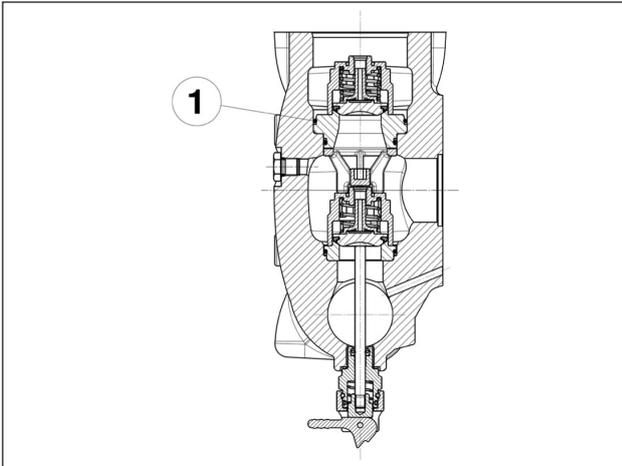

Abb. 128
**Achten Sie besonders auf das Einsetzen des O-Rings Pos. ①, Abb. 128.**